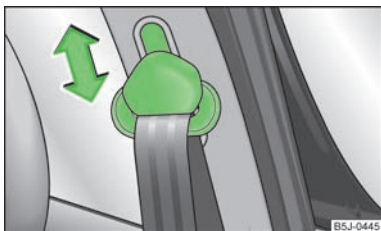

Abb. 95
- Den Umlenkbeschlag drücken und in die gewünschte Richtung nach oben oder unten schieben » Abb. 95.